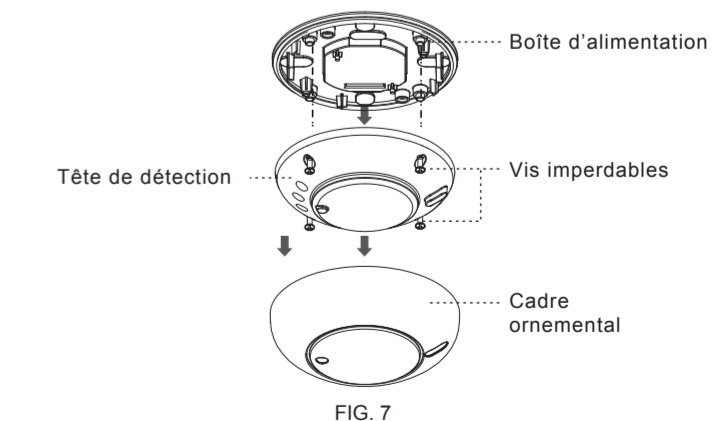

FIG. 7
- 4.4.1.1 Retirer le cadre ornemental du détecteur, puis séparer la tête du détecteur de la boîte d'alimentation en dévissant ses 4 vis imperdables (voir FIG. 7).
4.4.1.4 Fixer la tête de détection sur la boîte d'alimentation en insérant ses quatre vis imperdables dans les trous correspondant, puis recouvrir avec le cadre ornemental (voir FIG. 7).